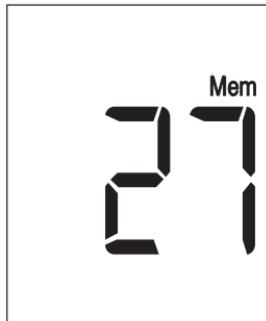
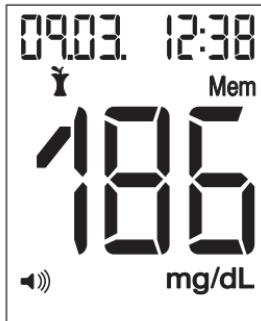

Figura 1
Figura 2
- 2 Vengono visualizzati per qualche istante „Mem“ e il numero di test della glicemia memorizzati (figura 1). Successivamente la schermata passa ai valori memorizzati indicando unità di misura, data, ora e „Mem“ ed eventualmente la marcatura disponibile di valori misurati. (Figura 2).